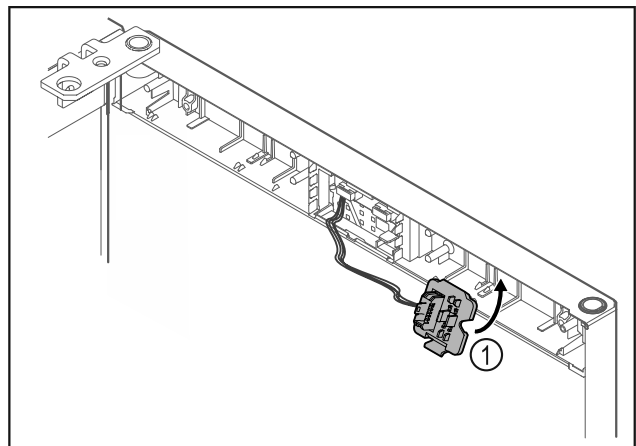

Fig. 17
- ▶ Steckerhalterung Fig. 17 (1) auf Gegenseite einrasten.